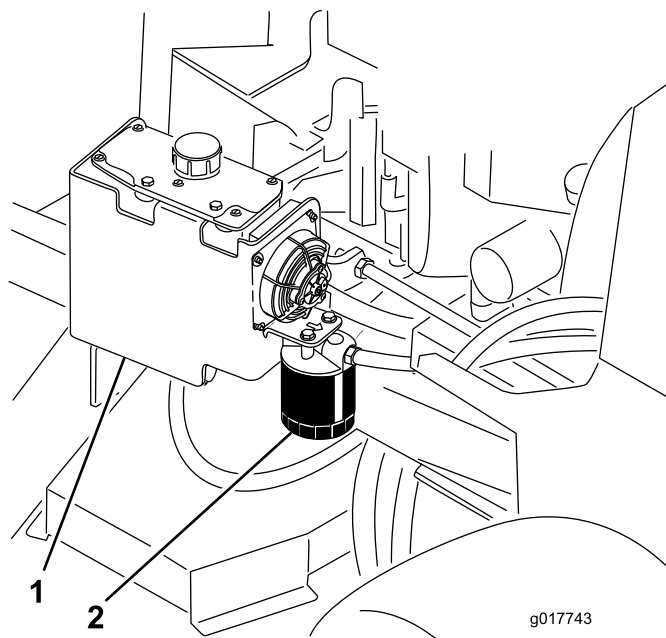

Figure 78
3. Trouvez le filtre et placez un bac de vidange au-dessous (Figure 78).